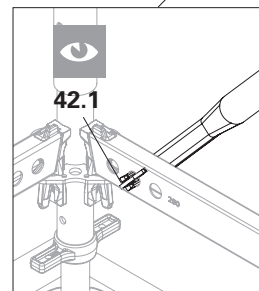
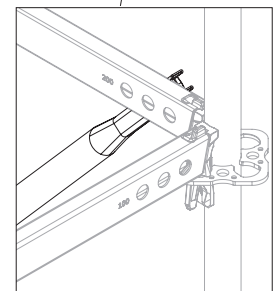

Fig. A2.05b
Fig. A2.05a
3. Inserire il diagonale UBL (**42**) nel corrente orizzontale UH-2 superiore con il nodo di aggancio. (Fig. A2.05a) Inserire il perno a gravità inclinabile nel foro del corrente orizzontale UH-2 in basso, girarlo in posizione trasversale per bloccare. (Fig. A2.05b)